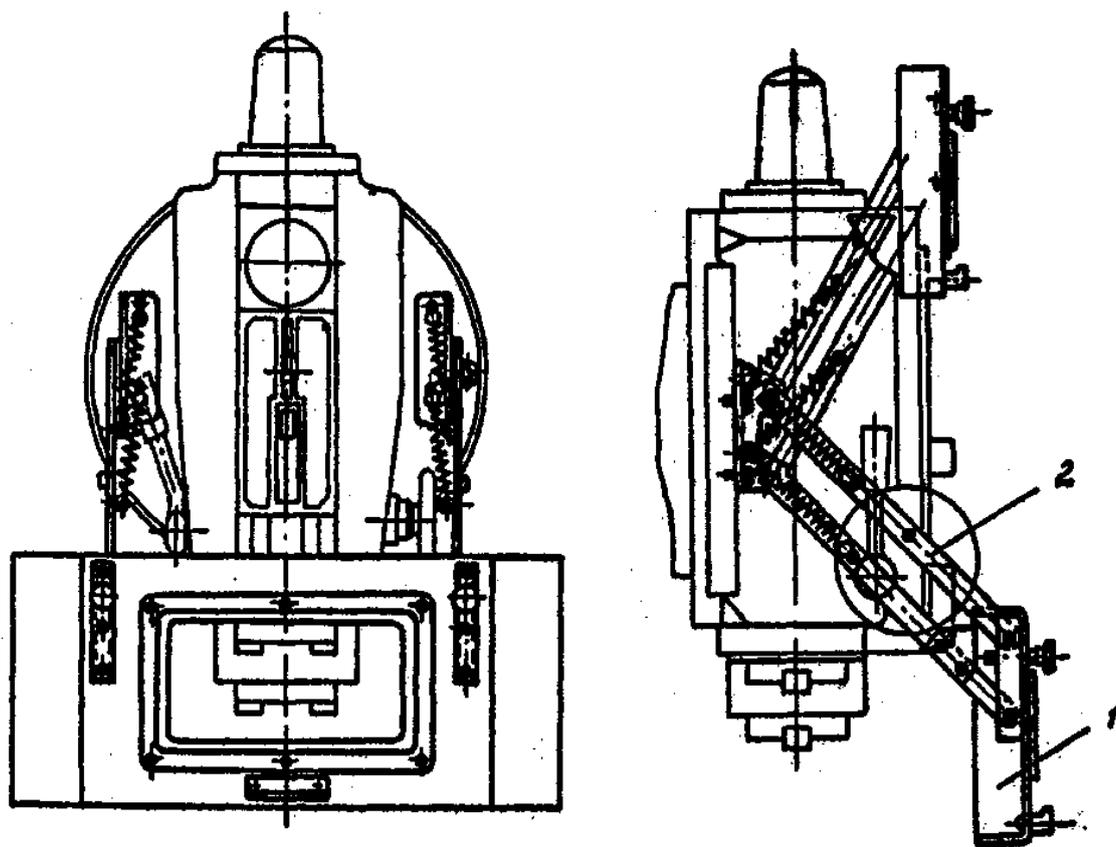

Рис.5. Ограждение фрез
4.5. Зона резания должна быть ограждена защитным экраном (описание устройств на рис.5). Снятие обработанной детали производить только после остановки вращения шпинделя.